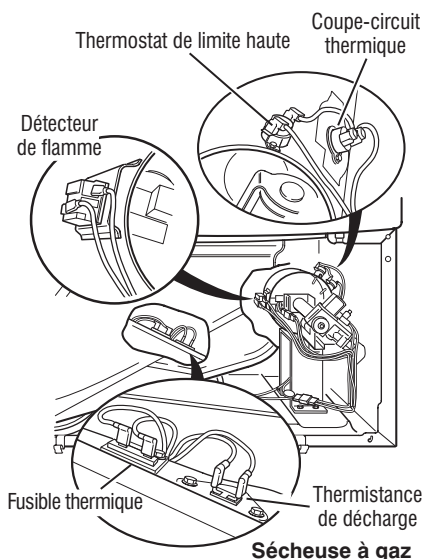

Figure 11 - Composants thermiques, sécheuse à gaz, vue de face.
5. Identifier le thermostat de température maximale (voir figure 11, page 46). Contrôler la continuité à travers le thermostat en connectant les sondes de l'instrument de mesure sur les broches rouge et noir.